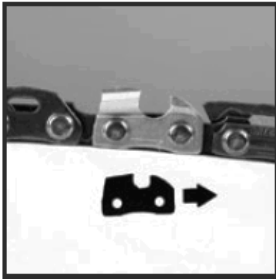

Fig.3
2. Posizionare la catena (14) sulla barra di guida (13) prestando attenzione alla direzione di marcia corretta, come indicato dal simbolo senso di marcia (fig.3)